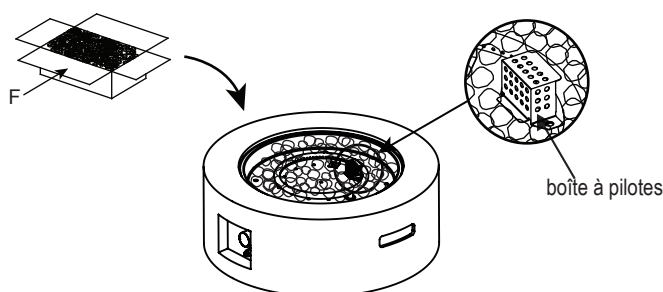

Figure 3
3. Ouvrez la boîte de pierres de lave, placez les pierres de lave (F) dans le bol à feu de la table à feu (A) (voir figure 3). Un foyer à gaz nécessite 13,2 livres de pierres de lave.